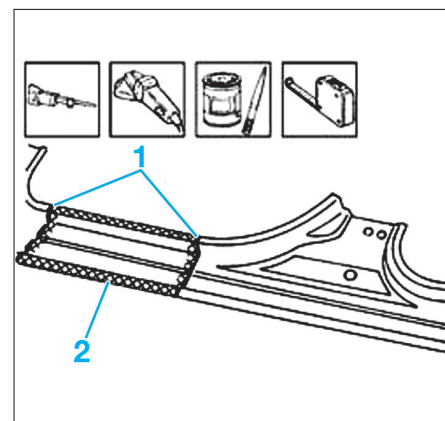

FIG. 20
- Nettoyer les zones (1) et (2) (Fig.20) sur le véhicule et sur les pièces neuves.